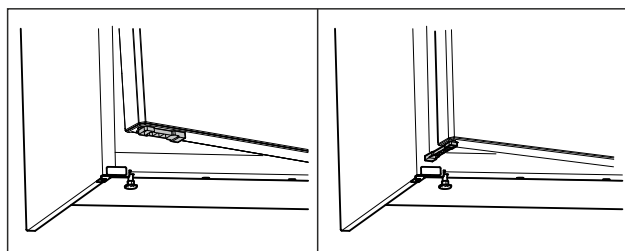

Fig. 63 \*
- ▶ Pöörake ukse avamispiirajat 90°. (vt. Fig. 63) \*